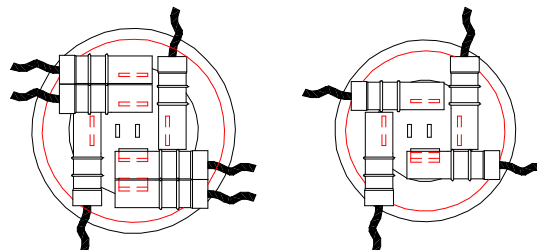

Рис. 4. Соединение прямоугольных клемм
6. Клеммы, поставляемые с модульными коннекторами, имеют улучшенную конструкцию ствола с двойной стенкой по сравнению с обычной одностенной втулкой. Дополнительная прочность в стволе улучшает электропроводность и сцепление проволоки. Некоторым обжимным инструментам не хватает мощности для надежного обжима этих клемм, что может привести к плохим соединениям. Форма обжимного штампа также влияет на качество обжима, особенно для проводов меньших размеров. Рекомендуемый обжимной инструмент производства Thomas & Betts - их модель # WT112M. Прямоугольные клеммы можно настроить на моделях 830 и 630, как показано на рисунке. <Рис. 4>